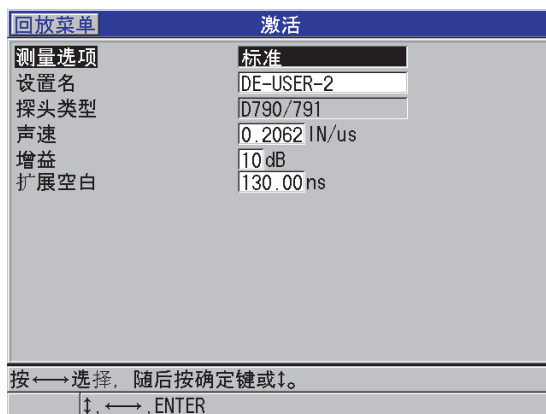

图 12-2 激活屏幕的示例
7. 在**激活**屏幕中 (参见第 218 页的图 12-2):